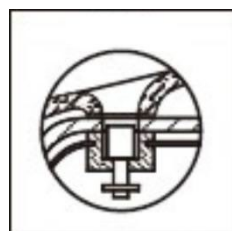

Figura 16
Durante questo tempo la cottura continua, quindi è consigliato per alcuni tagli di carne, zuppe, riso e alcuni dolci. Quando la pressione viene completamente scaricata, la valvola di sicurezza (4) si abbassa (Figura 16) e il coperchio si sblocca per aprirsi. Il coperchio non si apre se non viene scaricata tutta la pressione. Non forzare l'apertura del coperchio. Se il coperchio è troppo stretto,